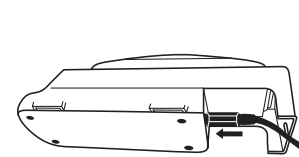

Fig. 1a
- Insira o cabo de alimentação TR-941N no berço (Fig. 1a).